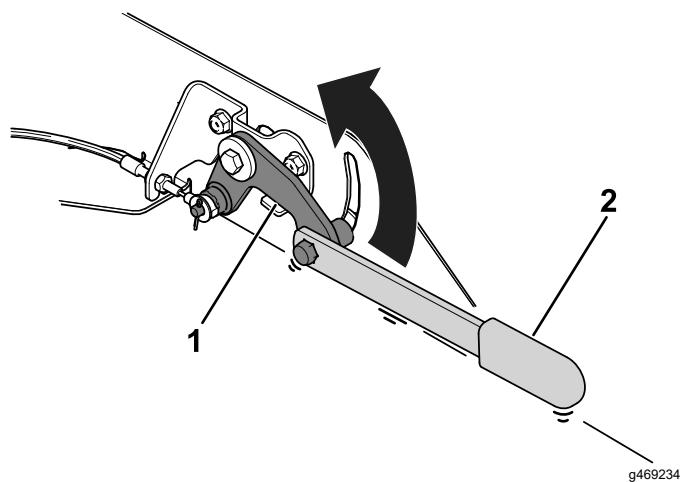

Figure 39
- C. Placez le levier sur le mécanisme de déblocage du frein, élevez-le dans la fente pour desserrer les freins de stationnement (Figure 39), et serrez l'écrou pour le maintenir serré pendant que vous remorquez la machine.